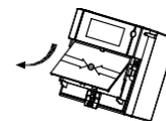

Рис. 4 – иллюстрация извлечения пусковой панели
2. Извлеките пусковую панель (Рис. 4)